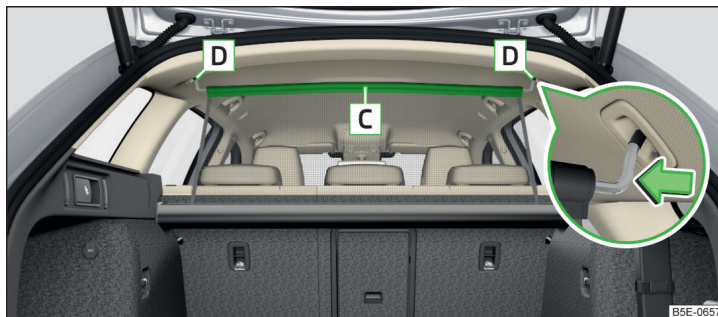

Fig. 149 La red de separación asegurada correctamente detrás de los asientos traseros en estado extraído
- Extraer la red separadora en la barra transversal [C] y engancharla en uno de los alojamientos [D] » fig. 149.
- Presionar sobre la barra transversal y retirarla de los alojamientos [D] » fig. 149 primero de un lado y después del otro lado.